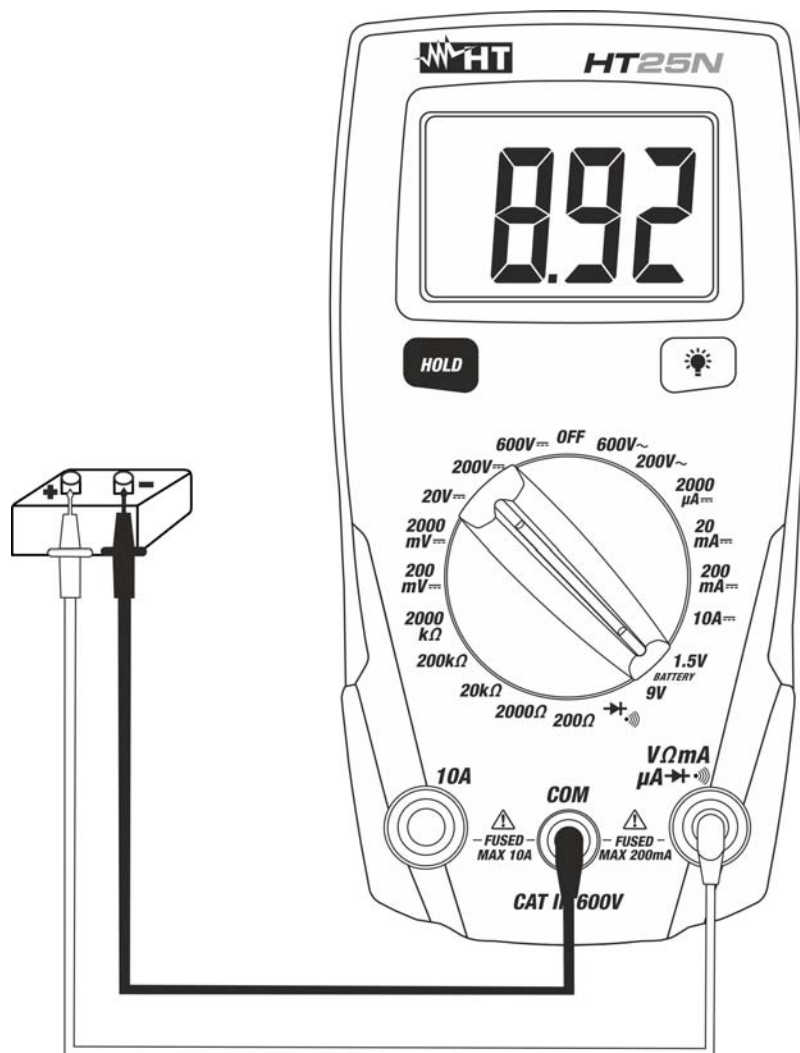

Fig. 7 : Utilisation de l'instrument pour le test des batterie
3. Positionner les embouts aux extrémités de la batterie sous test en respectant les polarités indiquées (voir Fig. 7). La valeur de la tension de batterie est affichée